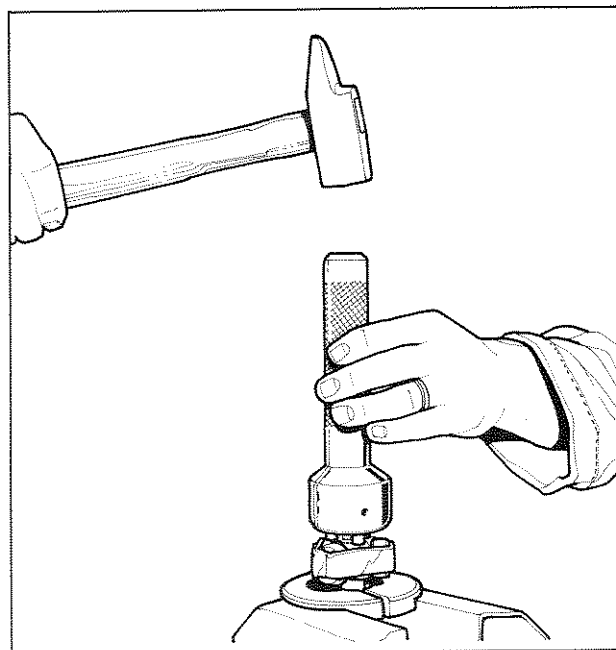

Fig. 6
- Sertir le bloc sur l'arbre de liaison à l'aide de la bouterolle de sertissage. Décaler les 3 points de sertissage par rapport à ceux d'origine (fig. 6).